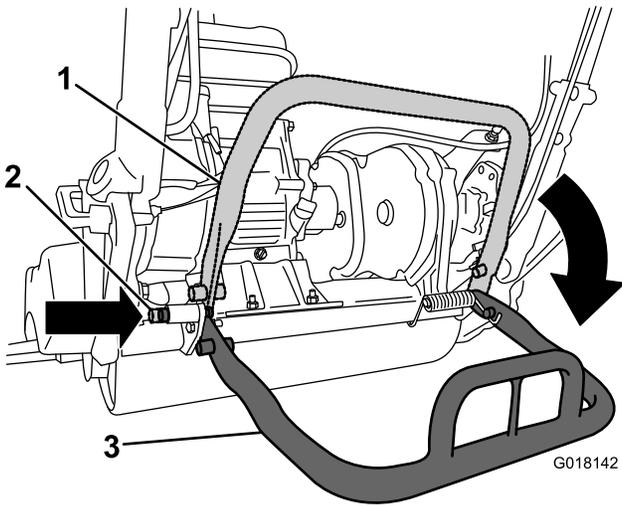

图 24
- 为防止在拆卸滚刀时机器向后倾覆应降低支撑架并推入锁定销将支撑架锁定在维修位置图 24。